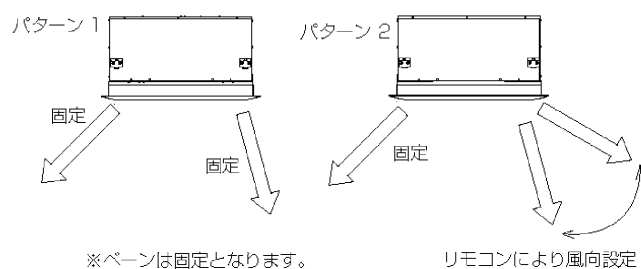

図18
- オートベーンを左右個別に設定し、吹き分けることができます。（図18）